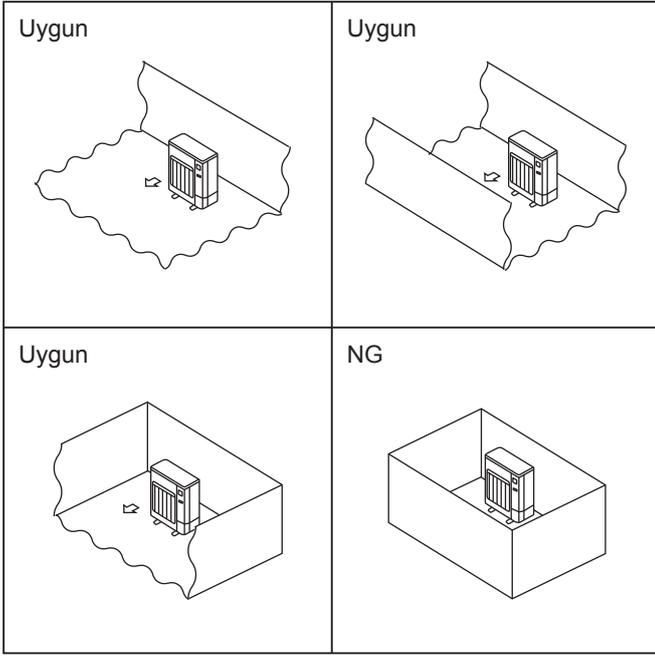

Fig. 2-2
- Dış üniteleri, dört yanından en az bir tanesi açık olan ve çukurlar olmayan yeterince geniş bir alana yerleştirin. (Fig. 2-2)